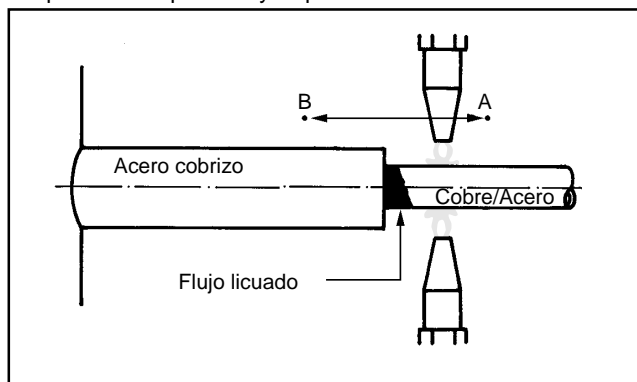

FIG. 8
3.1.2.3 Caliente uniformemente el tubo macho y el tubo hembra, sin incidir la llama directamente sobre la región que posee flujo, movimentando la llama del punto A al punto B y viceversa. (Fig. 8).